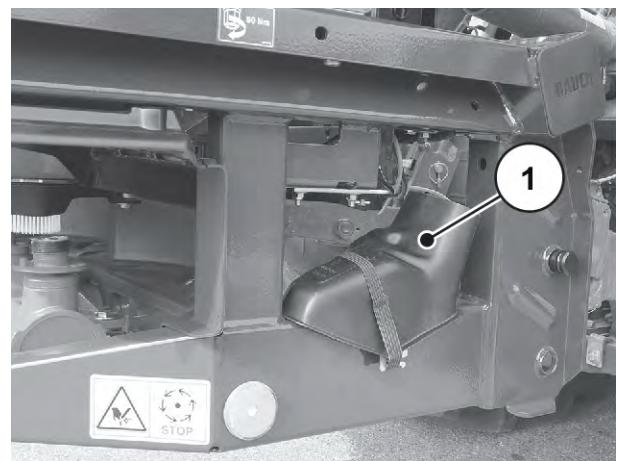

Рис. 35: Положення спускої трубы для встановлення норми внесення добрива
- Підготуйте спускну трубу для встановлення норми внесення добрива. Див. Рис. 35 *Положення спускної труби для встановлення норми внесення добрива*